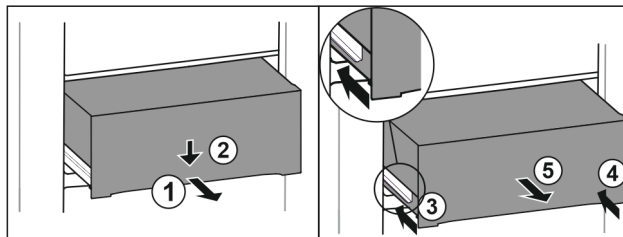

Fig. 123
- ▶ Húzza ki félig a fiókot. Fig. 123 (1)
- ▶ Nyomja le a fiók elülső oldalát. Fig. 123 (2)
- ▶ Tolja be a bal oldali sínt körülbelül 2 cm mértékben. Fig. 123 (3)
- ▶ Tolja be a jobb oldali sínt körülbelül 2 cm mértékben. Fig. 123 (4)
- ▶ Vegye ki a fiókot előre. Fig. 123 (5)